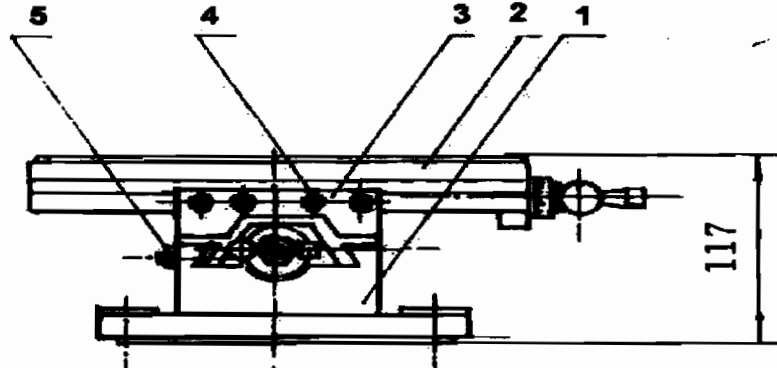

Abbildung 1
- Sie können die horizontale Lage des Tisches sichern, indem Sie die 4 Schrauben (4) fest anziehen. Die Schrauben befinden sich auf dem oberen Schlitten (3). (siehe Abbildung 1 und 2)
- Die vertikale Lage des Tisches können Sie sichern, indem die 4 Schrauben (5) auf dem Gestell (1) fest anziehen (siehe Abbildung 1 & 2).